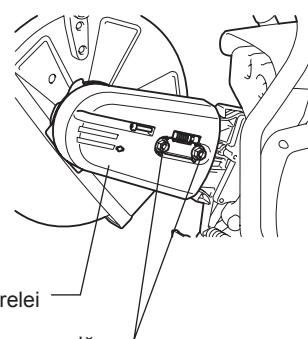

Fig. 7
- (10) Montați capacul curelei. (Fig. 7)